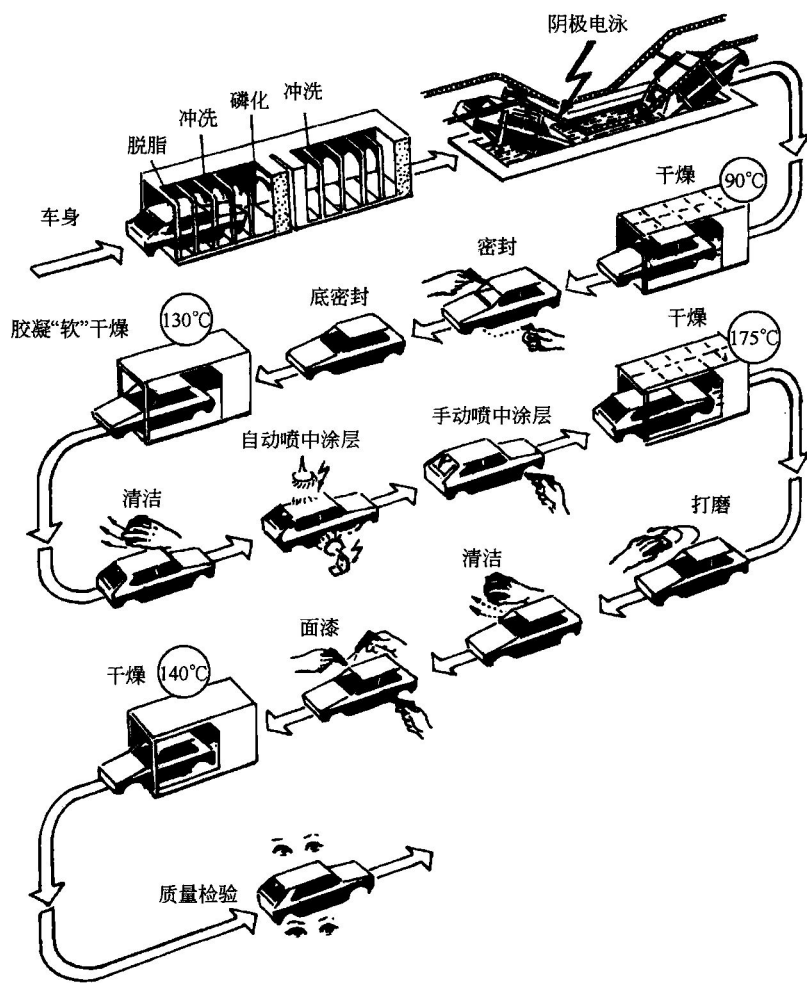

图 1-1 原厂涂装工艺过程
①原厂涂装漆膜。即原车涂膜,该涂膜经过 $120^{\circ}\text{C}$ 高温烘烤,在涂膜干燥过程中经过熔融和二次流平,涂膜表面具有镜面光泽,并且膜质坚硬。此外,由于新车在自动化生产线上完成涂装,环境洁净,无粉尘污染,保证了新车涂膜表面的洁净无瑕疵。
②修补涂装漆膜。原厂涂装漆膜由于汽车在使用过程中的意外碰撞受损后,为了恢复其外貌和装饰效果,采用压缩空气喷涂方法进行修补。因修补部位、修补面积、修补涂料以及人员操作技术水平的不同,使得修补涂装漆膜的质量存在诸多变数,涂膜表面或多或少存在瑕疵,只要认真观察,难免会发现修补涂装漆膜表面纹理不均、有压缩空气喷涂时漆雾落点留下的痕迹(严重者呈现橘子皮状),以及局部漆膜可能存在尘料等。
(2) 原厂涂装工作过程。原厂涂装是指汽车制造厂家在进行车辆制造过程中,对车辆(一般指车壳)进行涂装的工艺过程。不同车型所采用的涂装工艺有所不同。轿车的原厂涂装工艺大多采用自动流水线生产,涂装过程自动化程度高、速度快、产量大。不同的轿车生产厂家所采用的涂装流水线也有所差别,图1-1所示为某典型轿车涂装过程。
①车身表面处理。在涂装前对车身进行除锈、去氧化皮、去垢、脱脂和磷化处理,以除去车身表面在生产过程中出现的氧化皮、毛刺、锈蚀、油污和焊渣等。